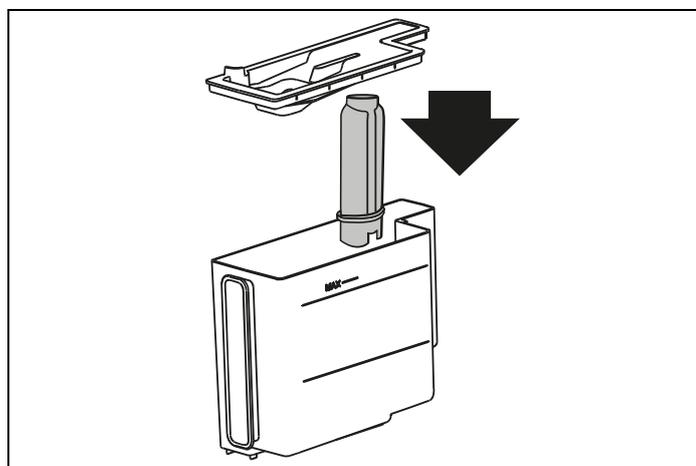

Fig. 58
- 5) (si le filtre est installé) **Insérer le filtre dans son logement** (Fig. 58). Appuyez sur \gt NEXT et extrayez le réservoir d'eau, réinsérez le filtre adoucisseur d'eau s'il a été retiré précédemment ;
- 4) **Insérer le filtre dans son logement et l'enfoncer jusqu'au fond** : Insérez le filtre dans le boîtier du filtre (Fig. 58) et appuyez jusqu'en butée. Appuyez sur  NEXT ;